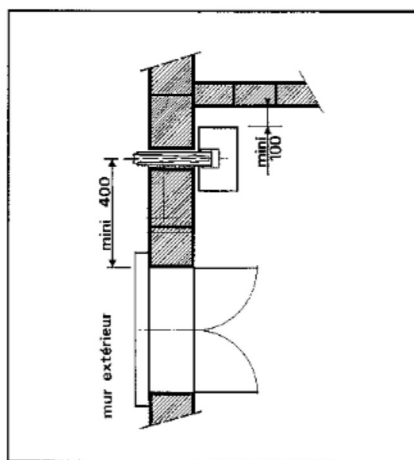

Fig. 10
- contre le mur extérieur (fig. 10) avec le départ du dispositif ventouse vers l'arrière du chauffe-bain.
L'axe de la ventouse extérieure doit être placé à une distance minimum de 0,40 m de toute baie ouvrante et à une distance de 0,60 m au minimum de tout orifice de ventilation (fig. 10).